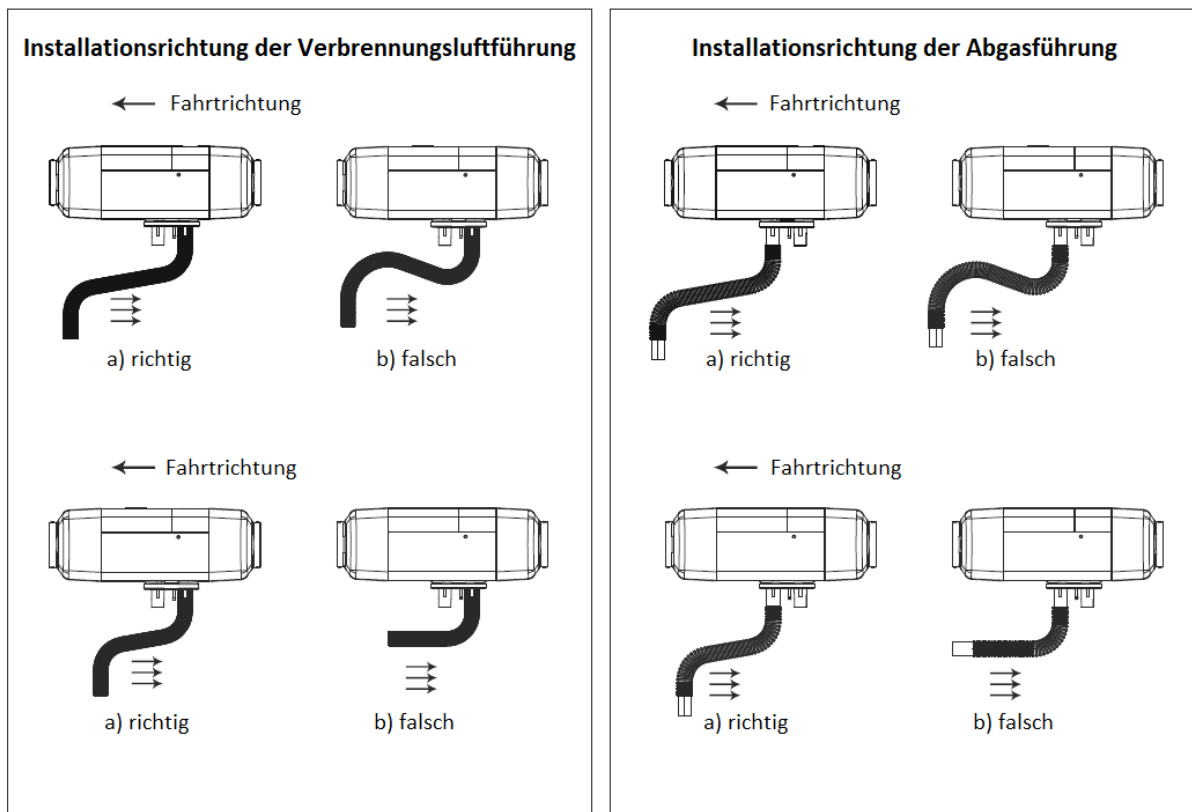

Abbildung 11
6.5.9 Die Verbrennungsluftansaugung und die Abgasleitung sollen von oben kommen und mit Gefälle in Richtung Mündung verlaufen (Abbildung 11). Sollte es nicht anders möglich sein und ein Tiefpunkt entstehen sollte ein Loch von 3mm Durchmesser an die tiefste Stelle gesetzt werden so dass das entstehende Kondensat problemlos abfließen kann.